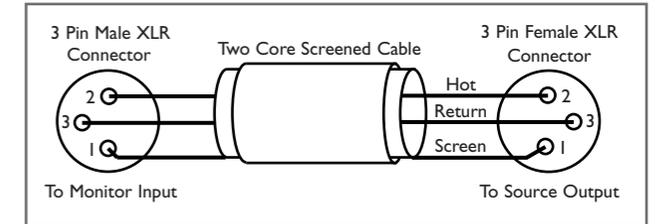

Abb. 3 Symm. Kabel
**Signalkabel-Optionen:** Symmetrische Kabel sind die bevorzugte Option, aber auch unsymmetrische Verbindungen sind möglich. Die Abb. 3 und 4 zeigen die für jede Option erforderlichen Signalkabelverbindungen. Eine symmetrische Verbindung (XLR zu XLR) bietet weniger Rauschen und mehr Immunität gegen Brummeinstreuungen. Eine unsymmetrische Verbindung (XLR auf Phono oder zweipolige Klinke) birgt das Risiko von Brummeinstreuungen, die durch mehrfache Signalerdungen verursacht werden. Brummprobleme, die durch unsymmetrische Verbindungen entstehen, können durch EINE dieser Änderungen an den Signalkabelverbindungen reduziert werden: Wenn der treibende Vorverstärker (oder das Mischpult) doppelt isoliert ist (d.h. keine Netzerde hat), trennen Sie die Abschirmung des Signalkabels am Ende des RCA-Phono-Steckers. Alternativ können Sie auch die Abschirmung des Signalkabels am XLR-Ende abnehmen. Bei dieser zweiten Option wird die Quelle zur Referenzsignalmasse.